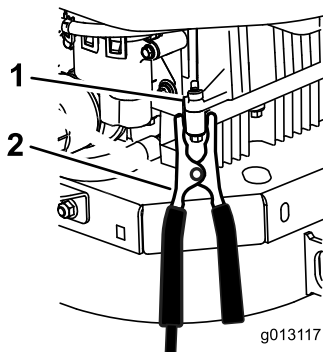

Figura 60
6. Haga la conexión final al bloque motor del vehículo que no arranca (NO al borne negativo de la batería) **en un punto alejado de la batería, y apártese** (Figura 60).